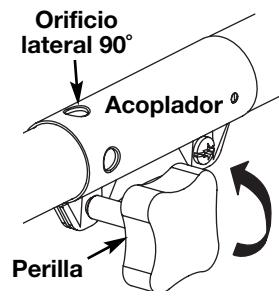
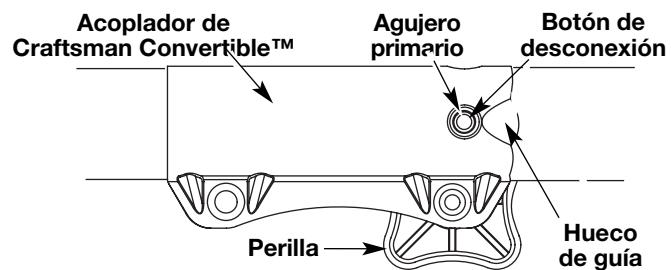

Fig. 11
Fig. 12
1. Gire la perilla en sentido antihorario para aflojar el acoplador (Fig. 11, p. 8).
2. Mientras sostiene con firmeza el accesorio, empújelo en línea recta dentro del acoplador hasta que el botón de liberar se trabe en el agujero primario (Fig. 12, p. 8).
NOTA: Alinear el botón de liberar con la muesca de guía (Fig. 12, p. 8) facilitará la instalación.
2. Gire la perilla en sentido antihorario para aflojarla (Fig. 11).
3. Oprima y sostenga el botón de desconexión (Fig. 12) y gírela con firmeza 90° en cualquier dirección (según el modo en que quiere recortar el borde) (Fig. 11).
2. De vuelta a la perilla a la izquierda para aflojar el acoplador (Fig. 11).
3. Mientras que firmemente sostiene el accesorio, empújelo derecho en el acoplador hasta el botón liberador (Fig. 12) se encaja a presión hacia el agujero primario (Fig. 12). El agujero primario está en el lado opuesto del acoplador de la perilla (Fig. 12). La alineación del botón de desconexión con el hueco de guía facilitará la instalación (Fig. 12).
3. Oprima y sostenga el botón de desconexión (Fig. 12).